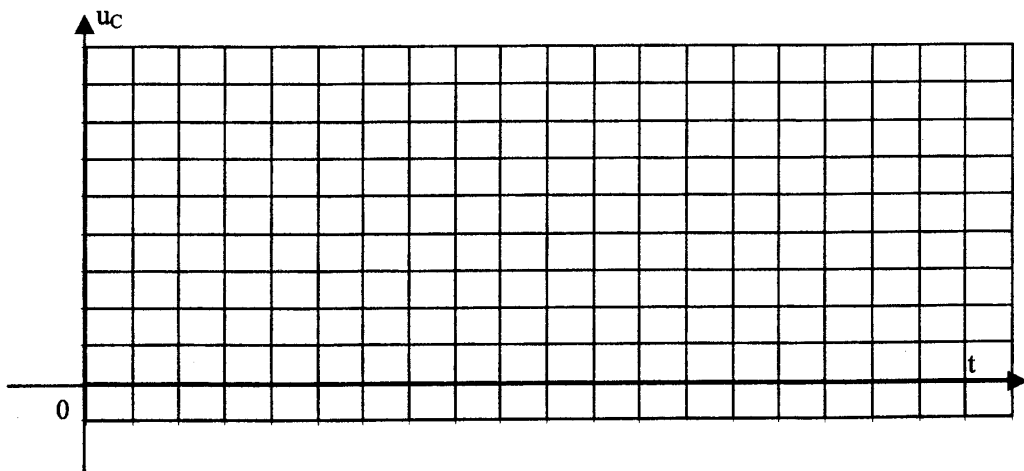

Figure 2
- C.4) Tracer sur la figure 2 du document réponse l'allure de $u_c(t)$ pour $\alpha = 0,4$. On prend 1 carreau pour 2 V et 1 carreau pour 10 μs . Préciser les intervalles de temps pendant lesquels l'interrupteur H est fermé et ouvert.